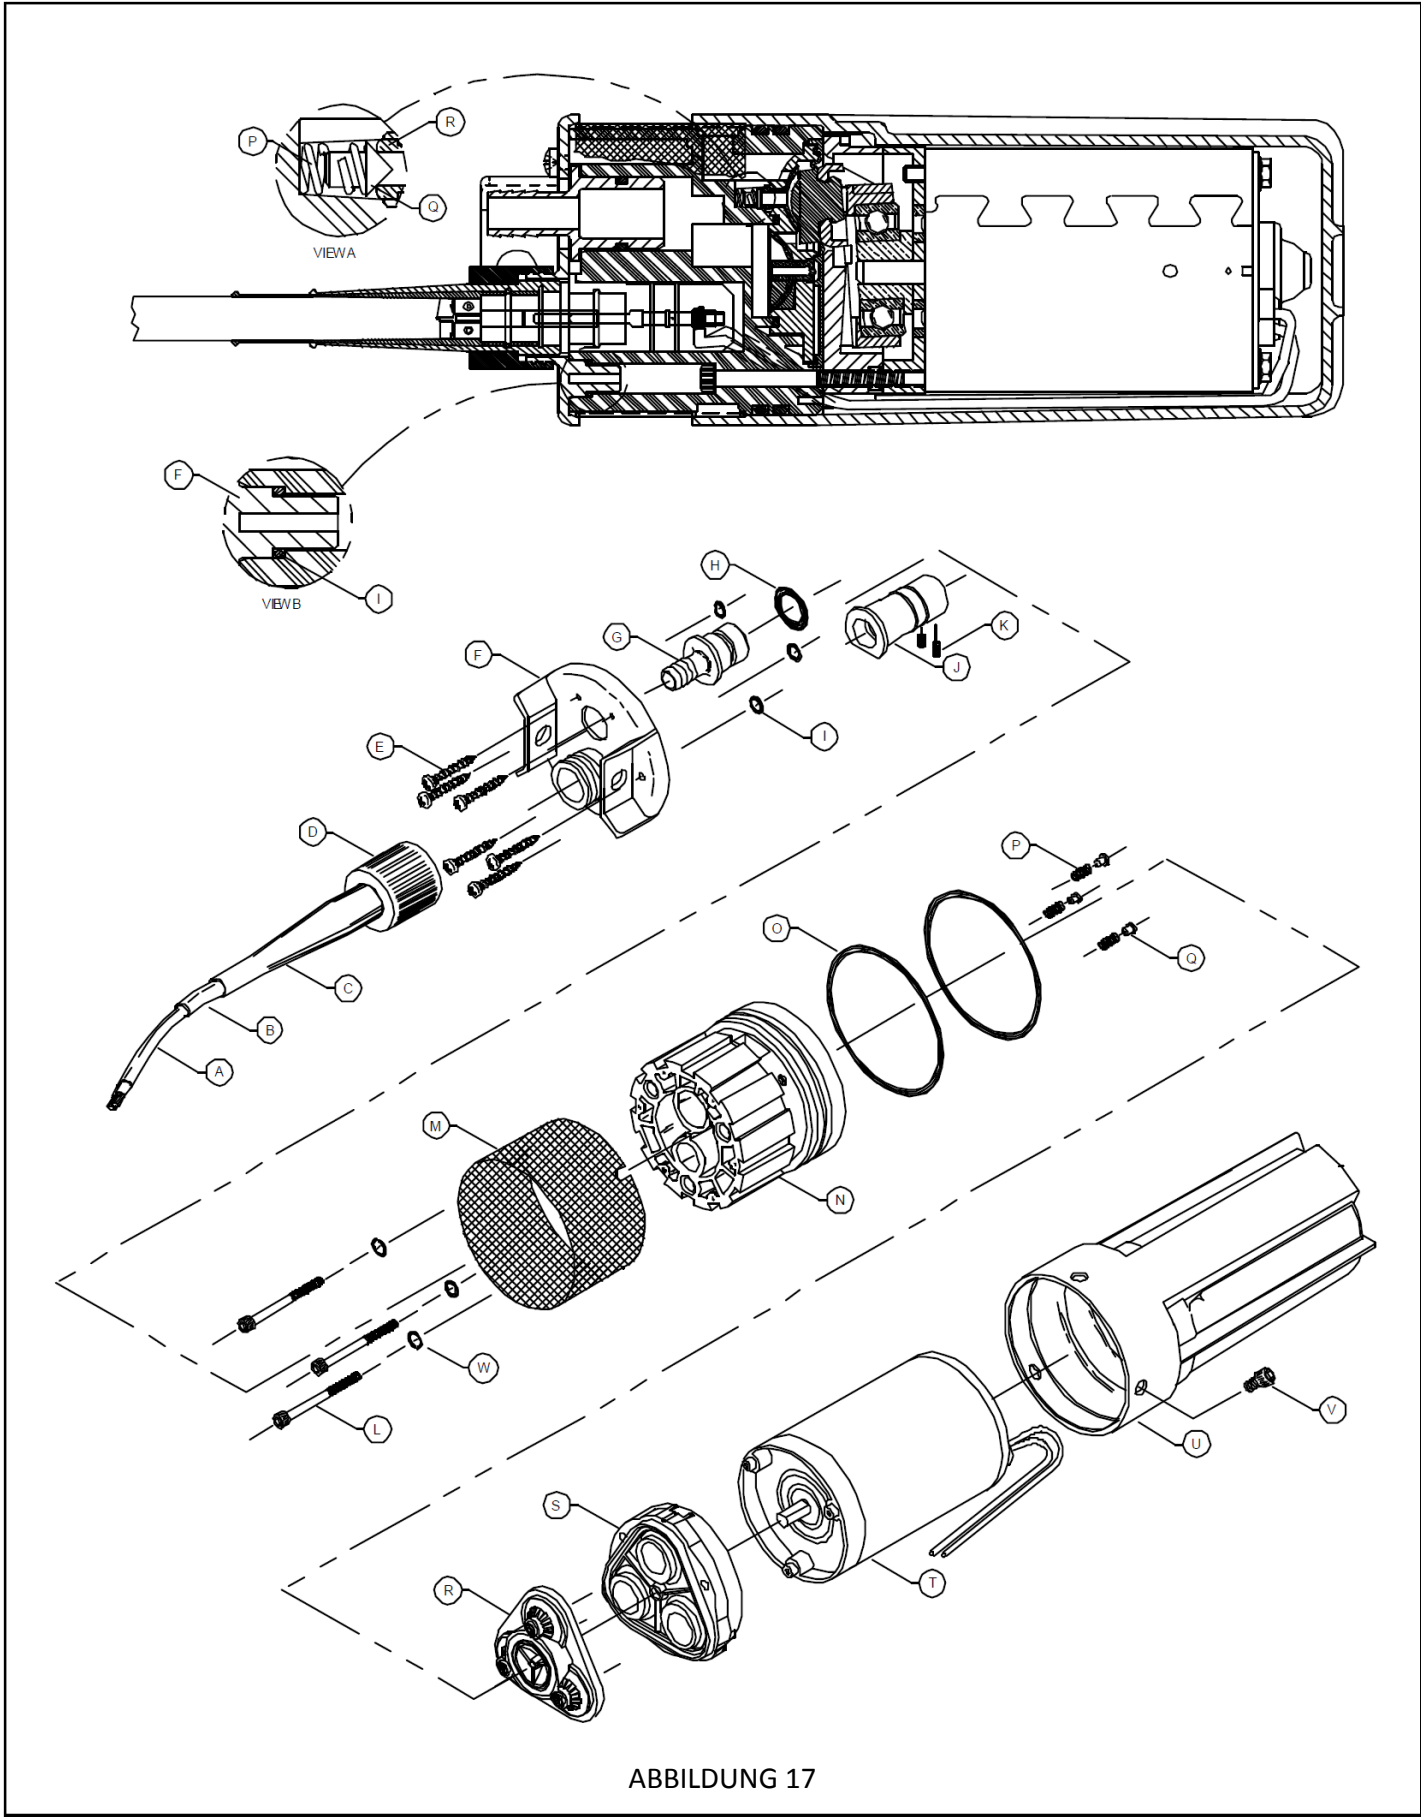

ABBILDUNG 17
**BAUTEILLISTE FÜR ARTIKEL 9325 TAUCHPUMPE – Siehe Abbildung 17**